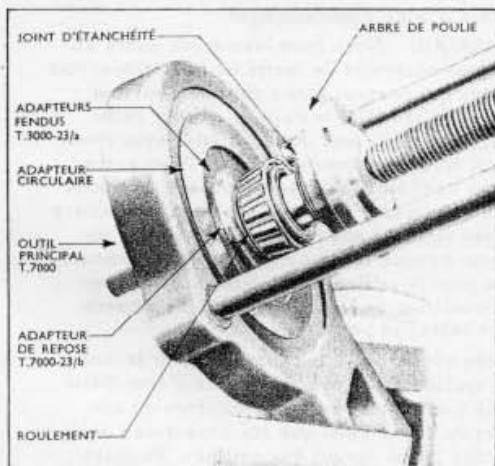

Fig. 15
6. Positionner le joint d'étanchéité d'arbre de poulie, la face lisse du joint se trouvant contre la bride de fixation de l'arbre. Puis monter le roulement extérieur d'arbre de poulie à l'aide de l'outil principal T. 7000 équipé de l'adaptateur circulaire et des adaptateurs fendus T. 7000-23/a. Placer l'adaptateur de repose T. 7000-23/b sur les adaptateurs fendus, l'ergot de l'adaptateur de repose se logeant dans le contre-alésage des adaptateurs fendus; positionner alors le roulement extérieur d'arbre de poulie sur l'adaptateur de repose, son diamètre le plus petit se trouvant contre l'adaptateur. Positionner dans le roulement puis visser la vis centrale de l'outil pour emboîter le roulement sur l'arbre (voir FIG. 15).